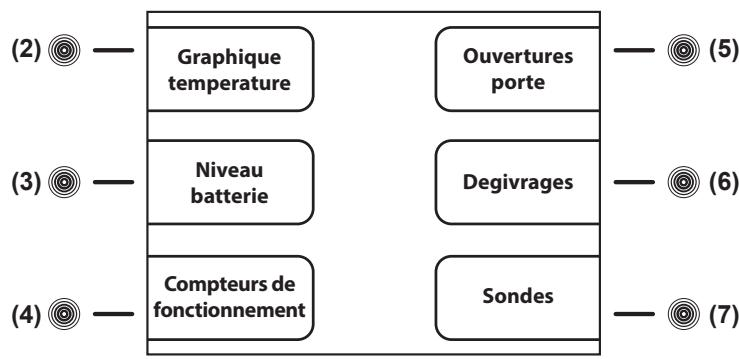

Fig.13
Le Menu Données se présente comme suit (**Fig.13**) :
8.3.2.1 Graphique de température (touche (2) Fig.13)
- appuyant la **touche (2)Y+** et la **touche (4)Y-**, la plage de température se déplace le long de l'axe vertical des ordonnées, pour garantir un contrôle de la température du graphique plus important
- appuyant la **touche (5)X+** et la **touche (7)X-**, la période d'affichage du graphique en minutes (max 600) et ensuite en heures (max 46) se déplacent sur l'axe horizontal des abscisses
- appuyant la **touche (3)IN** et la **touche (6)OUT** on peut effectuer un zoom avant et un zoom arrière sur le graphique pour une consultation plus détaillée
- appuyer la touche **ESC (11)** pour revenir au menu précédent ou la touche **HOME (10)** pour revenir au menu principal
8.3.2.2 Niveau Batterie (touche (3) Fig.13)
- a partir du menu données appuyer la **touche (3)** pour afficher le NIVEAU BATTERIE
8.3.2.3 Compteurs de fonctionnement (touche (4) Fig.13)
8.3.2.4 Ouvertures porte (touche (5) Fig.13)
- a partir du menu données appuyer la **touche (5)** pour afficher les OUVERTURES PORTE
- appuyer la **touche (5)↑** et la **touche (7)↓** pour défiler les rapports quotidiens en mémoire
8.3.2.5 Dégivrages (touche (6) Fig.13)
- a partir du menu données appuyer la **touche (6)** pour afficher les DEGIVRAGES
- appuyer la **touche (5)↑** et la touche **touche (7)↓**, pour défiler les rapports de chaque dégivrage en mémoire
- appuyer la **touche ESC (11)** pour revenir au menu précédent ou la touche **HOME (10)** pour revenir au menu principal
8.3.2.6 Sondes (touche (7) Fig.13)